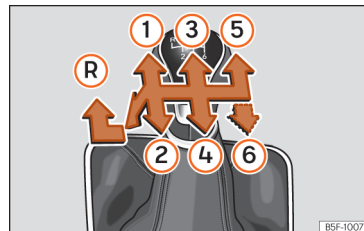

Fig. 84 Esquema de uma caixa de velocidades manual de 5 ou 6 velocidades.
Na alavanca das velocidades indicam-se as posições das velocidades >>> **Fig. 84**.
- Com a alavanca das mudanças em ponto morto, pressione-a para baixo, mova-a para a esquerda até ao fim e depois para a frente para selecionar a marcha-atrás »» Fig. 84 (R).